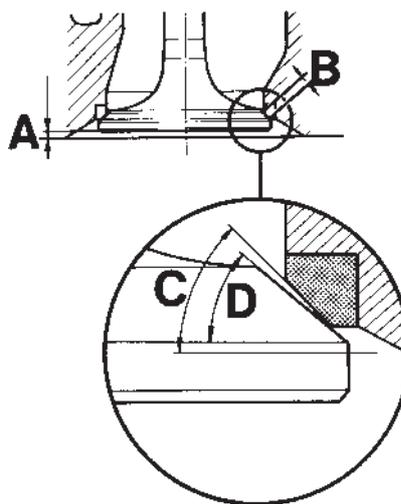

Fig. 70. Soupape et siège de soupape
Surfaces d'étanchéité des soupapes, D, figure 70 :
- Réaléser ou rectifier les sièges de soupapes (« C », figure 70). Pour la rectification des sièges, enlever le moins de matière possible, juste ce qui est nécessaire pour donner au siège la forme et la surface de contact requises. Les sièges de soupapes doivent être remplacés lorsque la distance « A », mesurée avec une soupape neuve, dépasse 1,5 mm pour la série 60 et 2,0 mm pour la série 70.
Le siège de soupape doit être remplacé lorsque la distance « A », figure 70, mesurée avec une **soupape neuve**, dépasse 1,5 mm pour la série 60 et 2,0 mm pour la série 70.